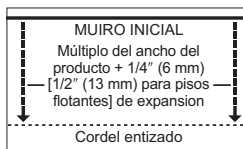

Figura 6
- Al menos en dos lugares y a un mínimo de 18" (46 cm) desde la esquina, mida la distancia desde el muro inicial (Figura 6) y largue un cordel entizado. La medida debe ser la suma del ancho del piso más 3/8" (9.5 mm) para dejar un espacio de 1/4" (6 mm) para la expansión y el ancho de la lengüeta. Deje 1/2" (13 mm) de expansión cuando instale pisos flotantes. Continúe con el Paso 3, Enclavado, Encolado o Flotante.